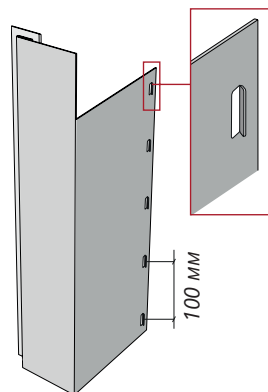
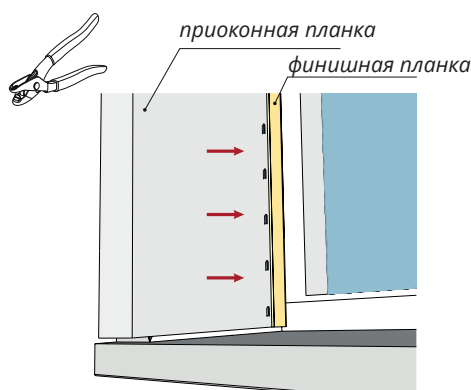

Рисунок 73
Рисунок 74
15.16 После того как приоконные планки подрезаны и подогнаны под размер оконного проема, используя просекатель насечек (рис. 73), сделайте насечки с интервалом 100 мм друг от друга. Вставьте приоконные планки в финишную планку (рис. 74). Произведите финальный монтаж согласно общим правилам монтажа.